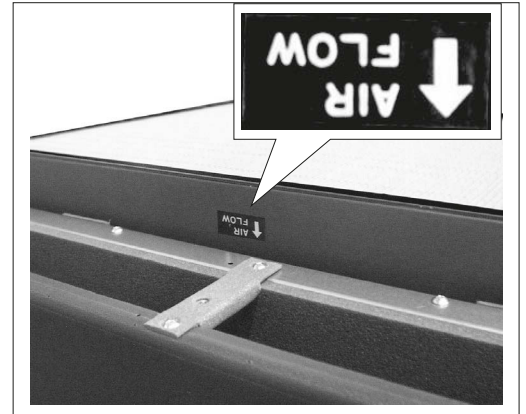

図2
4. 「AIR FLOW」の矢印が本体の方向に向くように高性能フィルターを組込む。(図2)